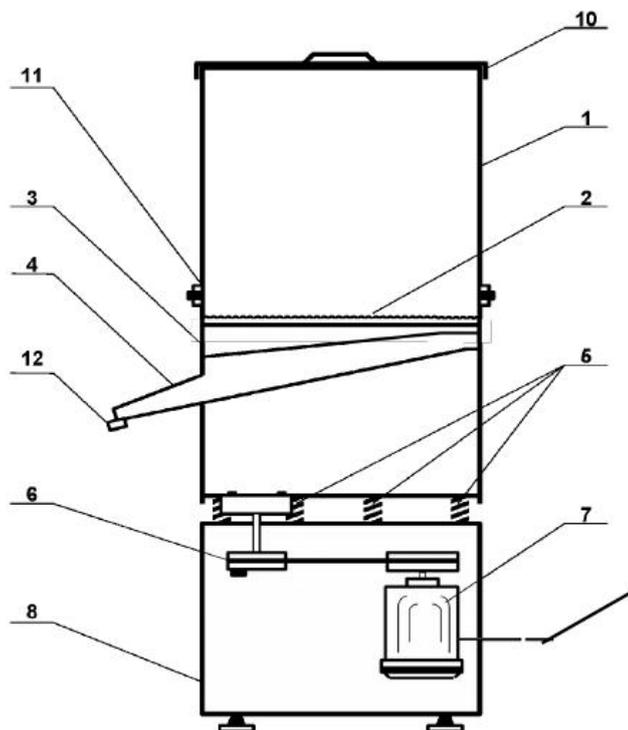

Рисунок 1.
4.1. Установка «KAYMAN» (рис.1) включается с помощью кнопки на панели пускателя.